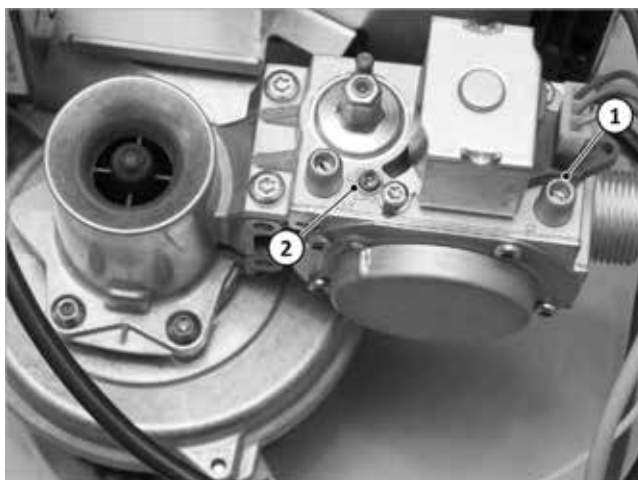

Abb. 101: Brenner einstellen
- Zum Prüfen des Gas-Fließdrucks bei laufendem Brenner dient der Messstutzen → Abb. 101 (1).